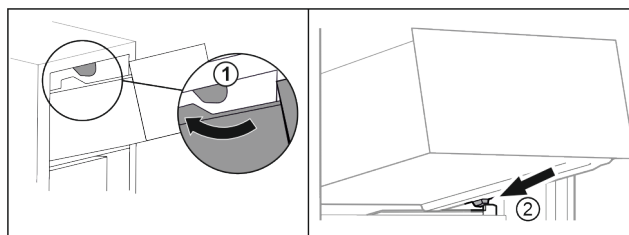

Fig. 65
- ▶ Preved'te zásuvku okolo horných zarážok. Fig. 65 (1)
- ▶ Nasad'te zásuvku šikmo za dolnými zarážkami na rebro nádoby. Fig. 65 (2)